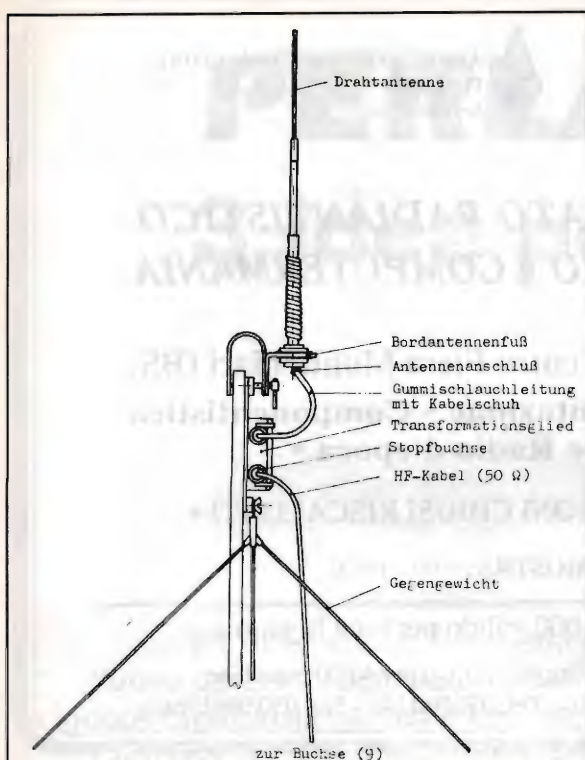

figura 4 - UFT 435: composizione antenna GP.
- 10 = trasformatore di impedenza (50ohm input) per costruire una GP (vedi figura 4).